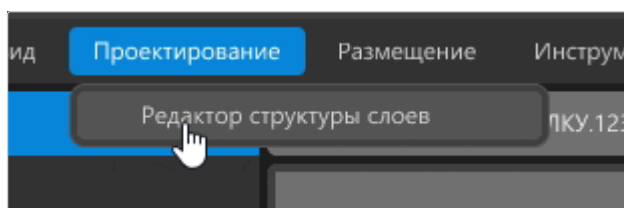

Рисунок 90. Вызов окна «Редактор структуры слоев»
- 1) Вызвать команду меню «Проектирование» → «Редактор структуры слоев» (см. рисунок 90).